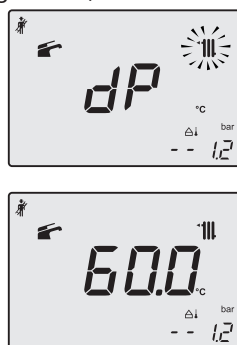

Figura 9.25
- Premendo ulteriormente il tasto 19 è possibile variare nuovamente la potenza in modalità spazzacamino: con visualizzazione sul display LCD delle lettere **dP** che si alternano con il valore di temperatura dell'acqua di riscaldamento (es.60), siamo in "funzione spazzacamino" alla potenza massima in sanitario" (Figura 9.25).